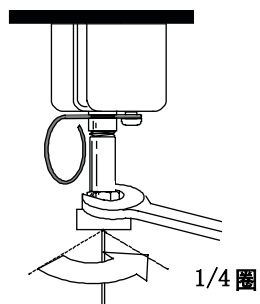

图 23 固定色谱柱
- 7 用扳手拧紧柱螺帽 1/4 到 1/2 圈，用轻微的力不能将色谱柱从接头上拉下来（图 23）。